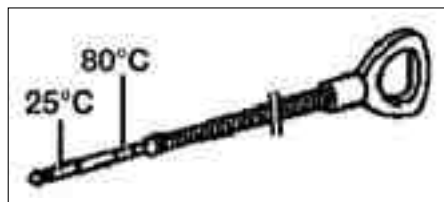

FIG. 7
- [1]. Sonda de control manual (fig. 7).